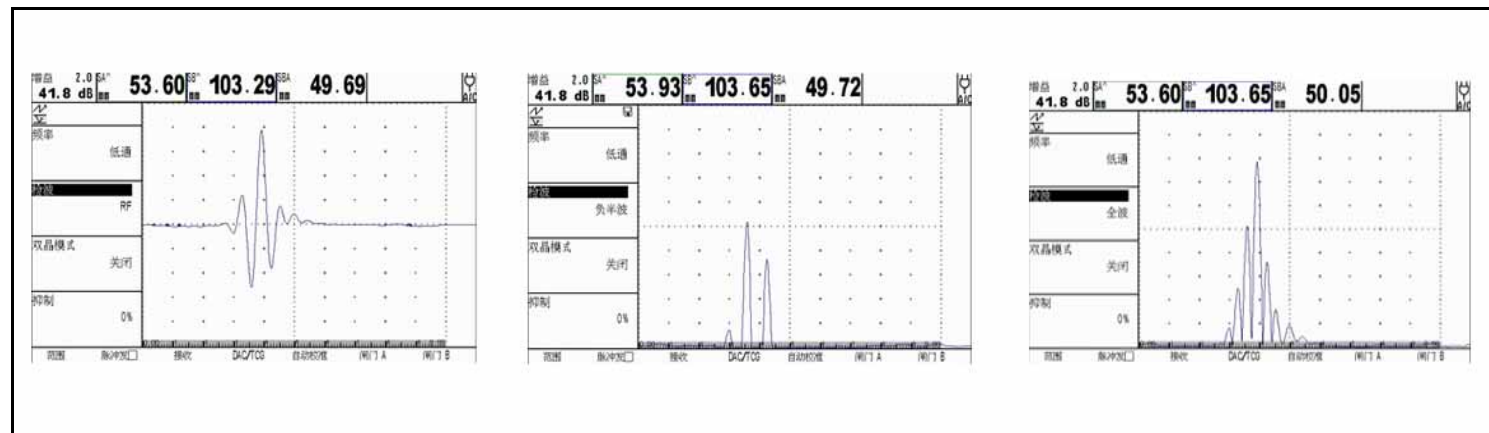

图 12：典型 RF 和检波信号
检波影响 A 扫描在显示屏上的方位。A 扫描表示从被测材料返回到仪器的声脉冲（即回波）。一系列的回波看起来像 *Radio Frequency*（射频）(RF) 信号，如下面的图 12 中所示。注意，RF 信号在坐标轴下方有负分量，而在坐标轴上方有正分量。在 RF 模式中，闸门 A 和闸门 B 可定位在坐标轴上方或下方，以通过正向或负向回波触发。
- *Negative Half Rectification*（负半波检波）表示只显示 RF 信号的下（即负）半部分（请参见第 47 页中的图 12）。请注意，虽然仅显示 RF 信号的负半部分，但是其显示方向与正分量相同，以方便查看。
- *Full-Wave Rectification*（全波检波）将正负检波信号组合在一起，并均以正向显示（请参见第 47 页中的图 12）。